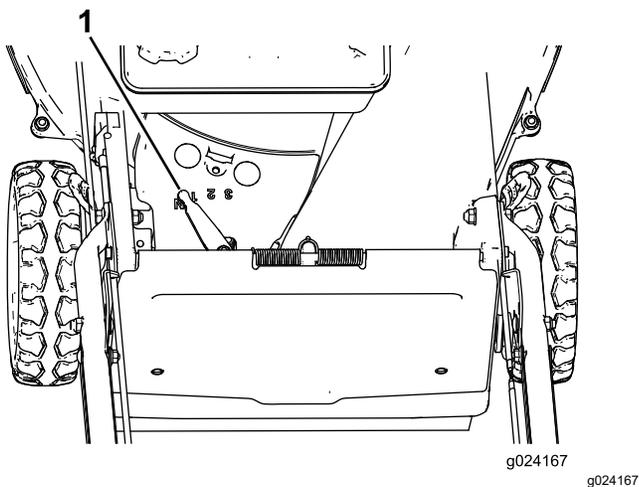

Figura 19
La máquina tiene 3 velocidades de avance: 1 (lenta), 2 (media), y 3 (rápida); también tiene una posición de Punto muerto (N). La palanca de autopropulsión está situada debajo y detrás del depósito de combustible (Figura 19).